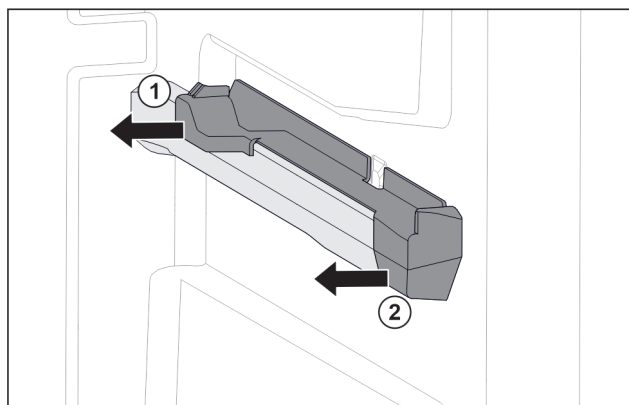

Fig. 92 Aufsteckteil auf der rechten Behälterrippe
- Aufsteckteil hinten zur Seite abziehen. Fig. 92 (1)
- Aufsteckteil vorne zur Seite abziehen. Fig. 92 (2)